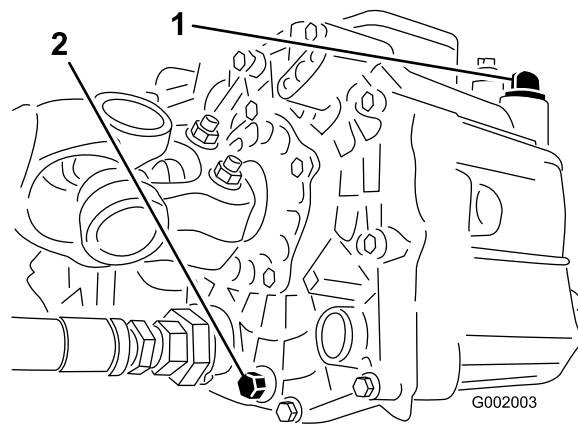

**Figura 54**
2. Scoateți joja din cutia de viteze și tergeți-o cu o lavetă curată (Figura 54).